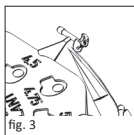

fig. 3
■ **fig. 3** Separatorul selectat pentru măsurare va fi tăiat cu ajutorul unei microfoarfecii și transportat în urechea medie cu ajutorul unui aspirator sau a unui alt instrument microchirurgical.